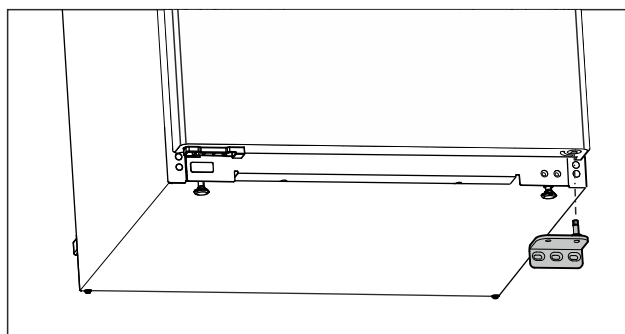

Fig. 15
- ▶ Desmontar el soporte del cojinete hacia abajo. (consulte Fig. 15)